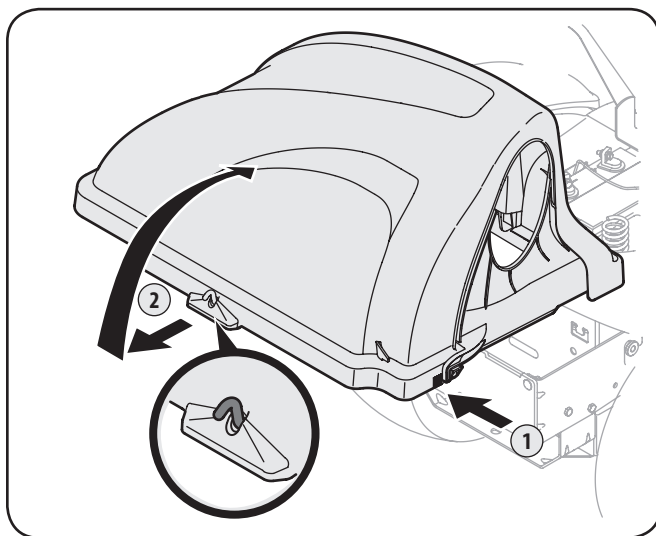

Figure 5-1
2. Ouvrez le capot en appuyant sur l'arrière, la languette du côté droit avec votre main droite, comme illustré au point 1 de la Figure 5-1, et levez le couvercle avec votre main gauche placée sur à l'arrière du centre du couvercle du dispositif d'ensachage, point 2.